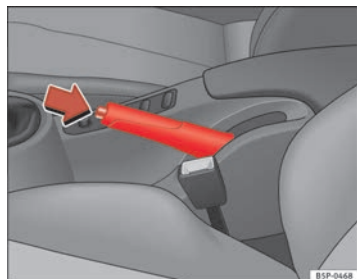

Fig. 146 Freno de mano entre los asientos delanteros
- Tire con fuerza de la palanca del freno de mano hacia arriba ⇒ fig. 146.
- Tire ligeramente de la palanca hacia arriba, presione el botón de desbloqueo en la dirección de la flecha ⇒ fig. 146 y baje completamente la palanca ⇒ ⚠.